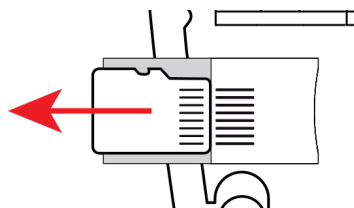

Figure 43
- Rabattez le logement de la carte micro-SD vers le bas puis poussez-le vers la gauche pour le verrouiller (voir Figure 43).